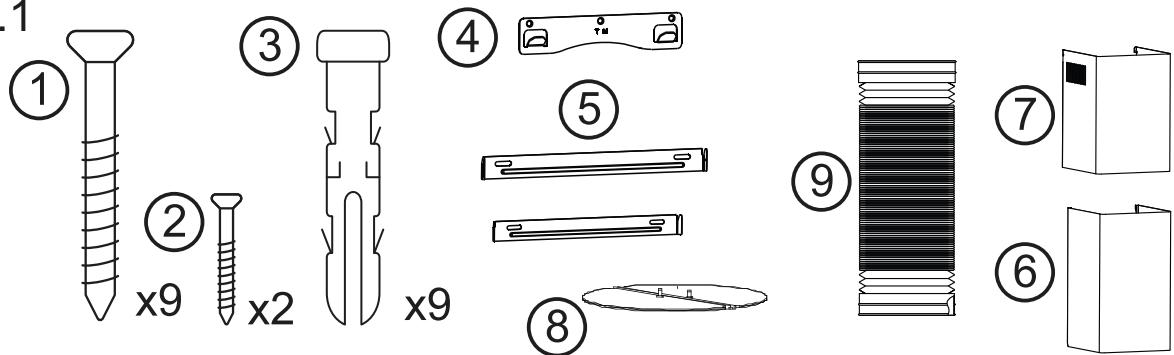

Fig.2
1. Поставете стенното окачване на стената и означете трите точки, където следва да се закрепят винтовете. Като съотноска вземете мерките, указанi на Fig.2.